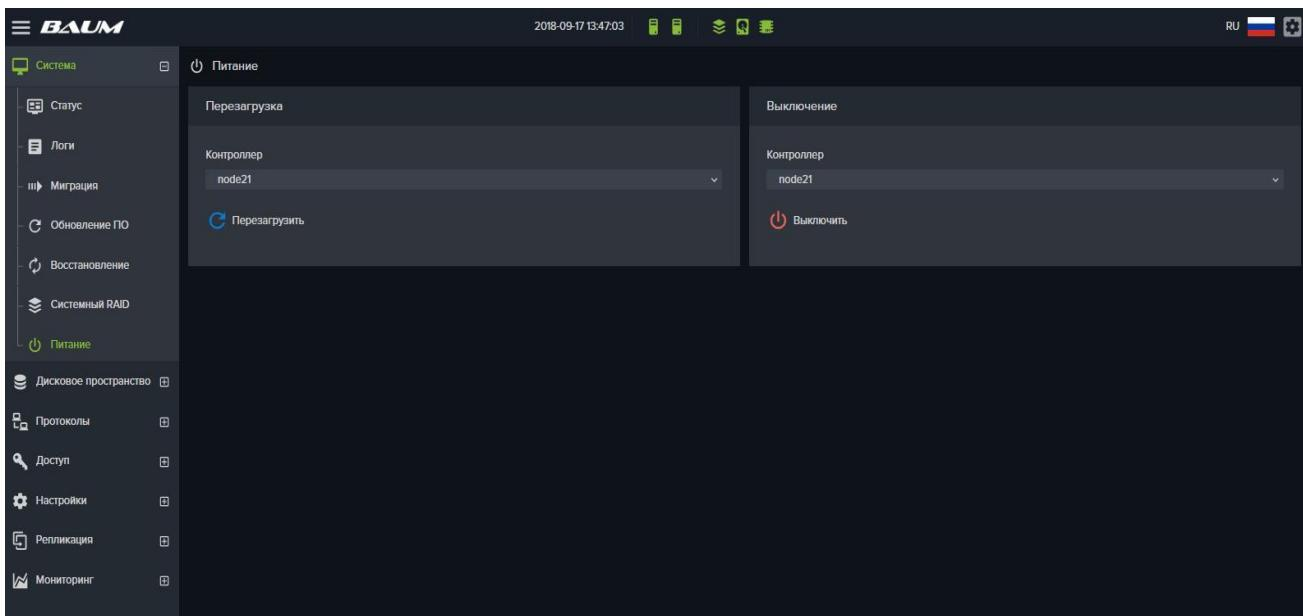

Рисунок 13. Окно управления питанием
1. Перейдите на вкладку меню «Система» → «Питание» (см. Рисунок 13);